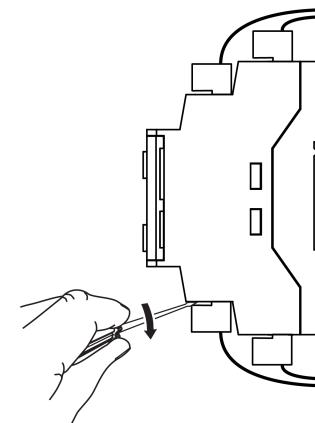

Рисунок 7.3 – Отсоединение съемных частей клемм
- **Отсоединить съемные части клеммников от прибора, предварительно пометив провода для последующего подключения (см. рисунок 7.3).**